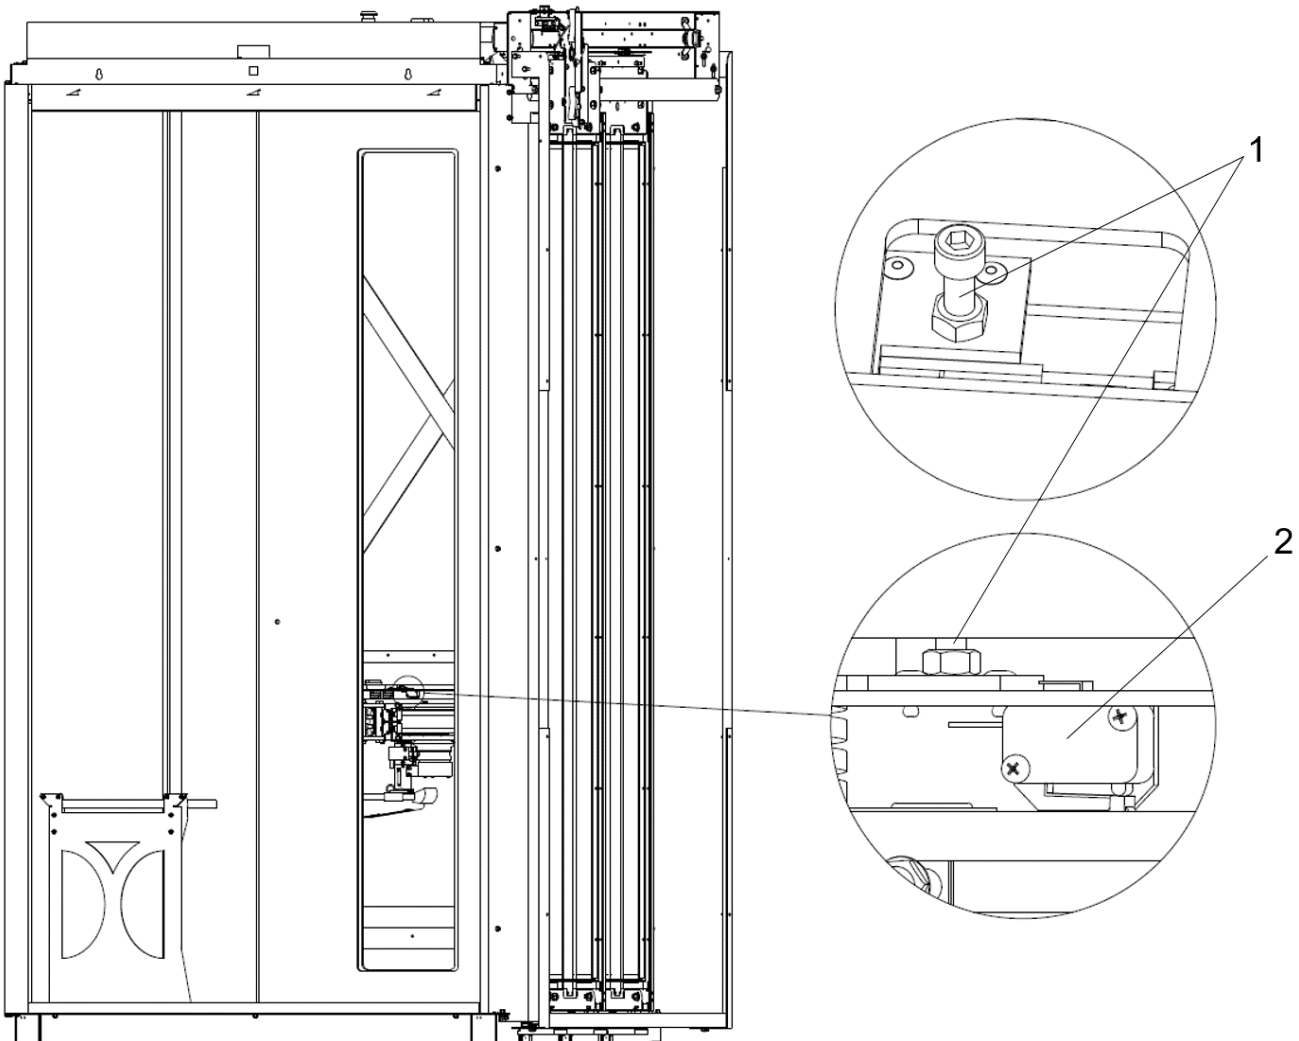

Fig. 20 Justering af overbelastningskontakten
Hvis overbelastningsalarmen udløses (lydsignal) som følge af ukorrekt belastning, så skal overbelastningsafbryderen (2), se Fig. 20, justeres.
2. Justér overbelastningsafbryderen til den korrekte belastning for elevator stolen ved hjælp af overbelastningsjusteringsskruen (1).